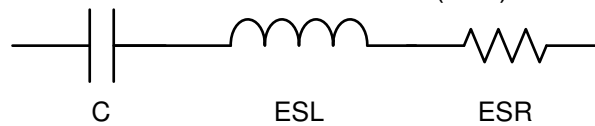

图 3-1. 具有 ESL 和 ESR 的“实际”电容器的特性
- 安装去耦电容器时应尽量减少对电感的影响。电容器不仅具有电容特性，还具有电感和电阻特性。图 3-1 展示了实际电容器的寄生模型。实际电容器应视为具有有效串联电阻 (ESR) 和有效串联电感 (ESL) 的 RLC 电路。